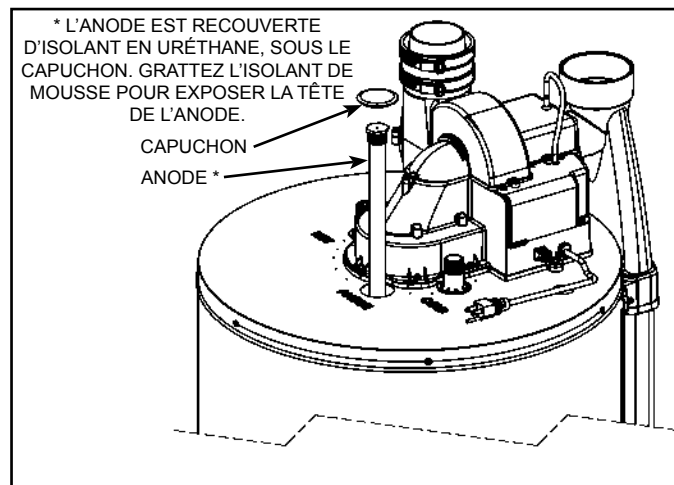

Figure 50
- Voir la Figure 50 pour connaître l'emplacement de l'anode.